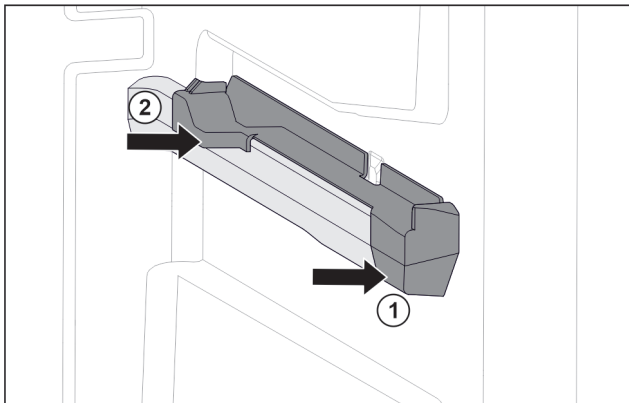

Fig. 115 Insteekelement op rechter containerrib
- ▶ Insteekelement voor tegen containerrib plaatsen. Fig. 115 (1)
- ▶ Insteekelement achter aandrukken. Fig. 115 (2)